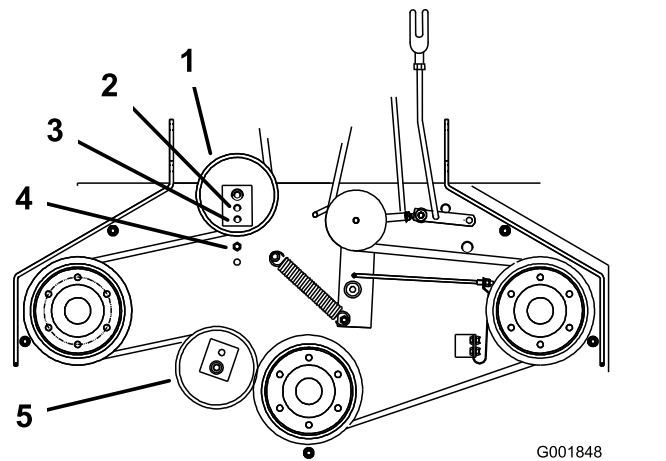

Figure 45
6. S'il n'est plus possible de régler le tendeur et que la courroie est encore détendue, il faut alors repositionner la poulie de tension arrière dans le trou central ou avant (Figure 45). Utilisez le trou permettant d'obtenir le réglage correct.
7. Lorsque vous déplacez la poulie de tension, vous devez déplacer le guide-courroie. Placez le guide-courroie à la position avant (Figure 45).